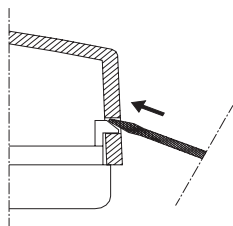

Fig. 4: Apertura calotta tramite cacciavite.
2. Remover a tampa plástica empurrando para dentro com a ajuda de uma ferramenta (Fig. 4), os dois dentes plásticos (f) localizados ao lado esquerdo (Fig. 3).
2. Rimuovere la calotta plastica spostando verso l'interno, con l'aiuto di un utensile (Fig. 4), i due dentini plastici (f) posti sul fianco sinistro (Fig. 3).